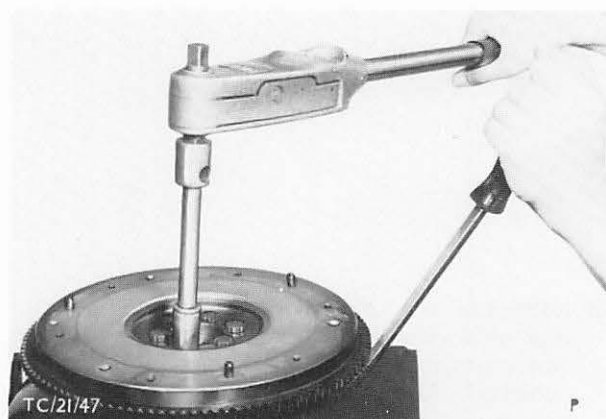

Abb. 63 Schwungscheibe anbauen
47. Motor schwenken und Zwischenplatte auflegen. Schwungscheibe anbauen und mit vorgeschriebenem Drehmoment festziehen, Abb. 63.